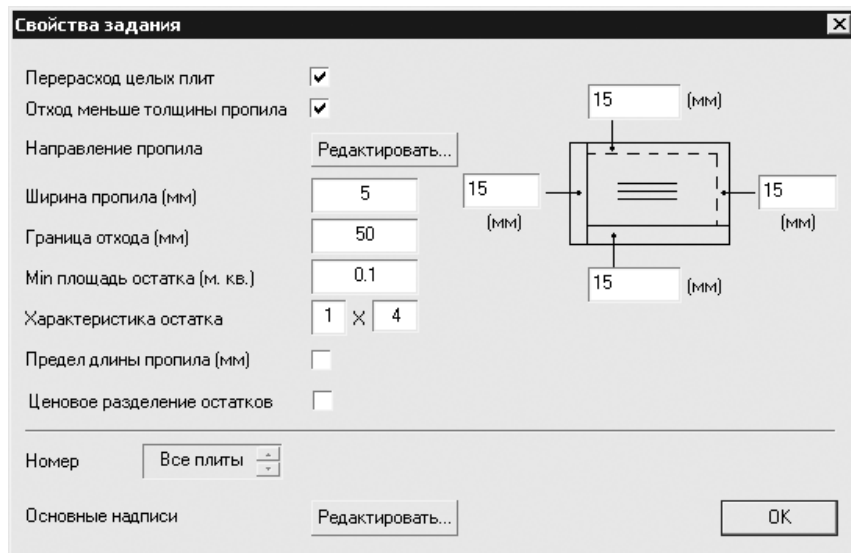

Рис. 7.10
7. Чтобы открыть окно Свойства задания (рис. 7.10), используемое, если нужно проконтролировать настройки свойств задания для каждого материала, щелкнуть правой кнопкой мыши на строке Заготовки в окне нового задания. Откроется контекстное меню, в котором следует выбрать пункт Свойства.